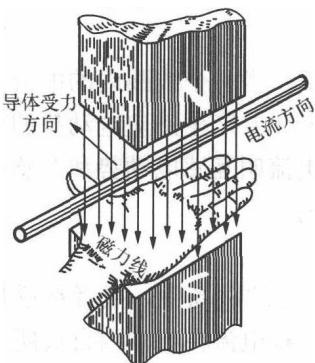

图 1-6 左手定则
(15) 磁滞——磁感应强度  $B$  的变化要滞后于磁场强度  $H$  的变化，这种现象称为磁滞。
(16) 左手定则——载流导体在磁场中会受到电磁力的作用。电磁力的方向由左手定则确定：伸开左手，使拇指和其余四指垂直，让磁力线垂直穿过手心，四指与电流的方向一致，则拇指所指的方向就是导体受力的方向，如图 1-6 所示。